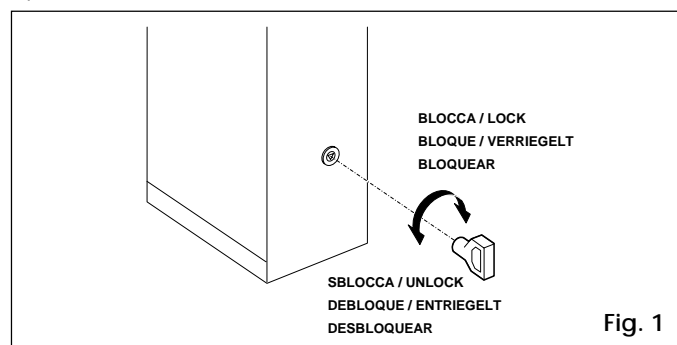
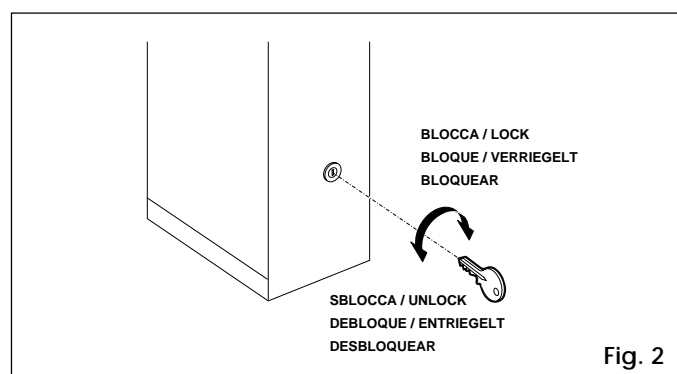

Fig. 1
Fig. 2
- Insertar la llave triangular (fig. 1) o personalizada (fig. 2) en la cerradura, y darle una vuelta hacia la izquierda.